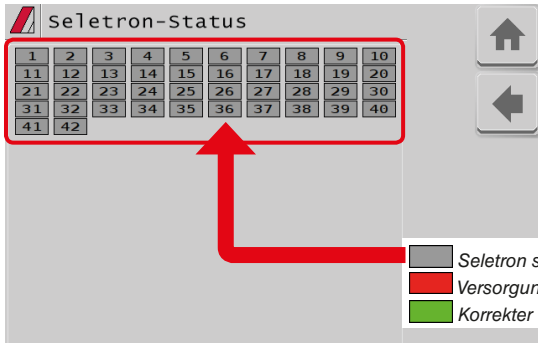

Abb. 85
- Stellen Sie sicher, dass ALLE SELETRON GETRENNT (nicht angeschlossen) SIND: Am Display dürfen sie nur durch die Symbole , angezeigt werden, siehe dazu Abb. 85.